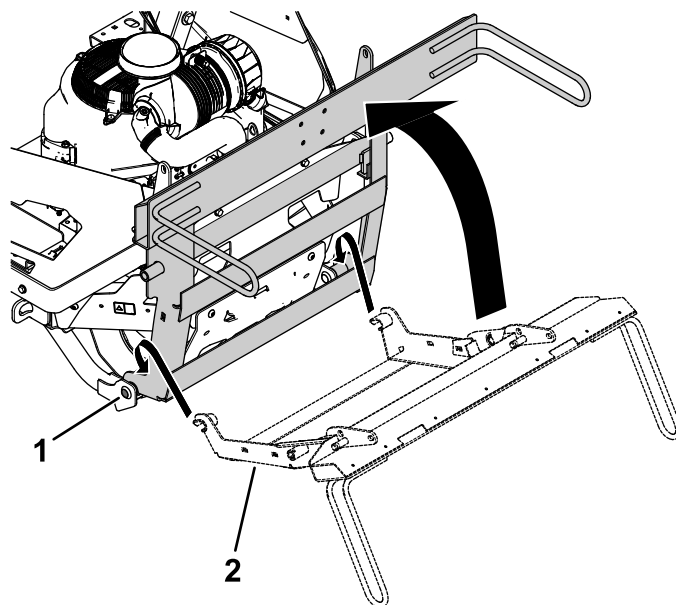

Figure 15
1. Accrochez le cadre du système de ramassage sur les axes de pivot de la patte de support et faites-le pivoter en avant (Figure 15).